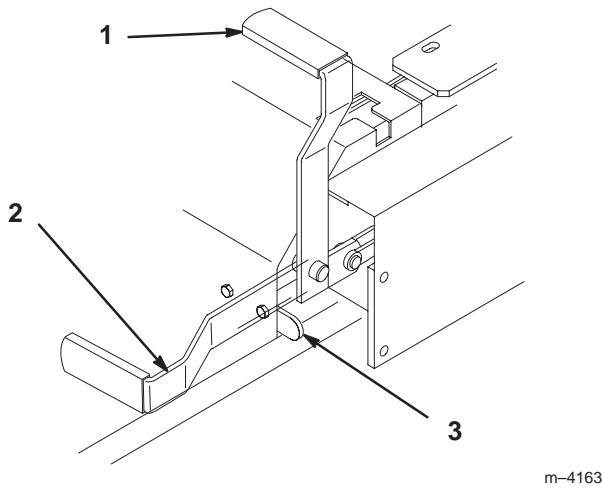

Figure 14
2. Tirez le frein de stationnement en arrière et vers le haut pour le serrer (Fig. 14). Une fois SERRE, le frein de stationnement ne doit plus bouger.
1. Poussez le levier du frein de stationnement vers l'avant et vers le bas (Fig. 14) afin de le desserrer. Le frein de stationnement est DESSERRÉ et le levier est en appui contre la butée du frein.